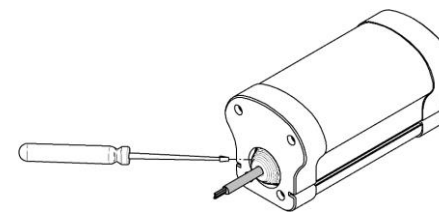

Рис. 4
- 2.4.1 Снять заглушку со светильника при помощи отвертки (Рис. 4). Вытащить провод от светильника из отверстия в заглушке.